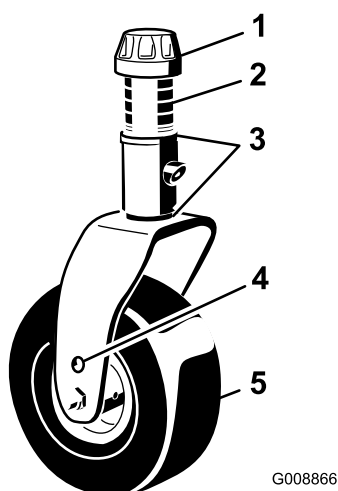

Figura 27
3. Regolate gli spessori (3 mm) sulla forcella (o forcelle) della ruota orientabile, finché l'altezza di taglio non corrisponde al valore riportato sull'adesivo (Figura 27); fate riferimento a Regolazione del passo del piatto di taglio \(pagina 79\).